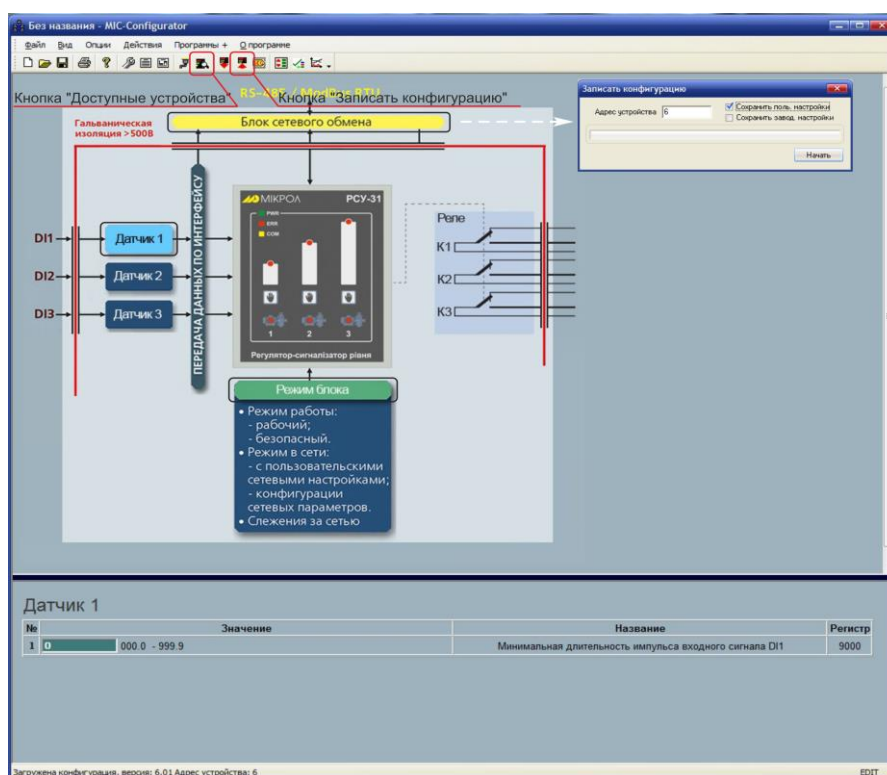

Рисунок 4.5 - Редагування конфігурації
4.4.5.2 У вікні редагування параметрів натиснути клавішу "Блок мережевого обміну" (див. рис. 4.5).